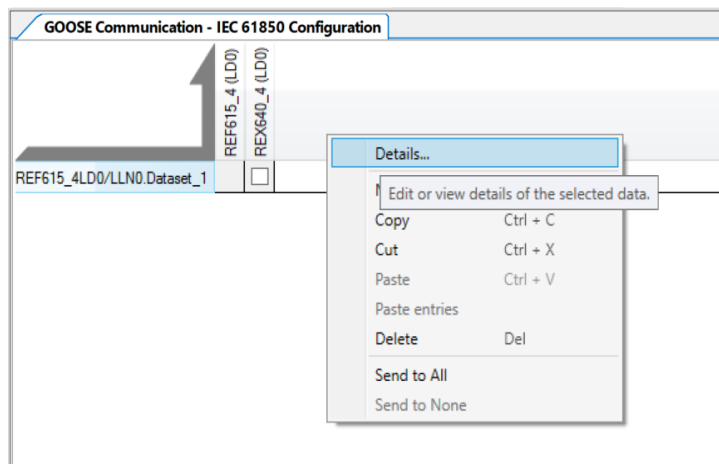

Imagen 335_Detalles de los conjunto de datos.
5.1.14 Damos clic derecho en la sección “REF615_ALD0/LLN0 Dataset1” y seleccionamos la opción de “Details” como se muestra en la **Imagen 335**.